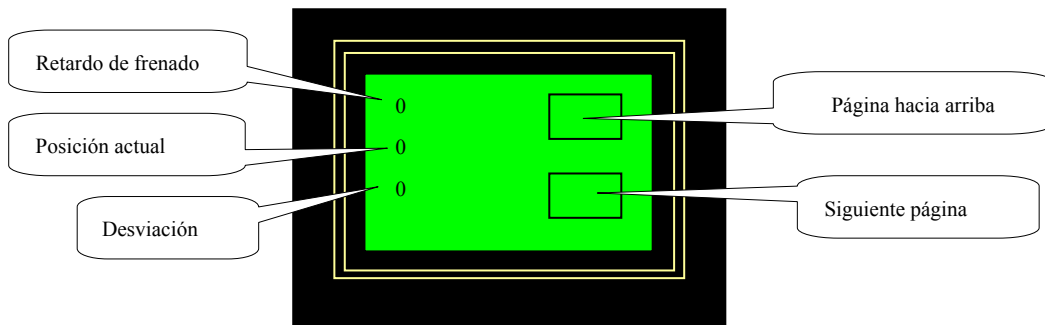
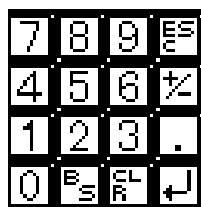

Figura -5
Figura -9
Gire el interruptor de función a la posición de puerta giratoria y el interruptor de opción de programa a 6 y pulse el botón Reset para que la puerta gire en sentido contrario a las agujas del reloj a baja velocidad. Cambie la interfaz de la pantalla táctil a la Figura -5 y observe si la tendencia de cambio del número equivalente a la “posición actual” es ascendente. Si lo es, no realice ningún ajuste y continúe con el punto 2. Si la tendencia es descendente, intercambie el cable A y B del codificador.
puerta gira al menos un círculo y alcanza la posición de equilibrio máx. (la “posición actual” de la interfaz en la Figura -5 debe ser < 512 ; de lo contrario, gire al menos 180° y busque la posición de equilibrio máx. una vez más), suelte el botón Reset e introduzca los números equivalentes a la “posición actual” incorporándolos a los números equivalentes a la “desviación”. Para ello, anote primero los números equivalentes a la “posición actual” y, a continuación, pulse el número equivalente a la “desviación”. La Figura 9 muestra el teclado de la interfaz. Pulse los números equivalentes a la “posición actual” uno a uno y, después, pulse ENTER.
2. Ajuste de la posición de apertura 1 y 2: Después de ajustar la posición de bloqueo, gire el interruptor de selección de programa de 1 a 2. La puerta se debe detener en la posición de apertura (posición de apertura 1 ó 2). Active ahora el radar cada vez para cambiar la posición de parada a la posición de apertura 1 (“posición actual” mostrada en la Figura 5 < 512) y la posición de apertura 2 (“posición actual” >